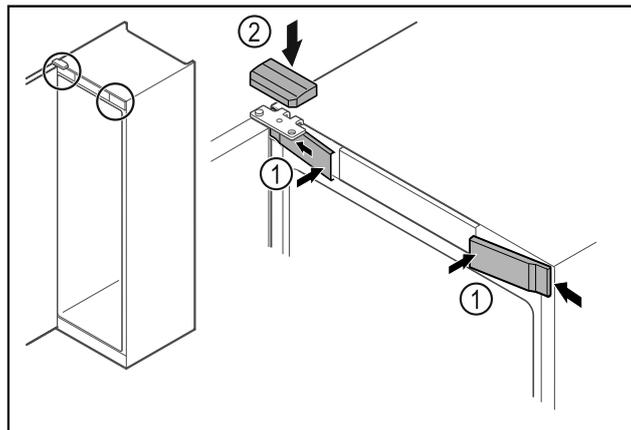

Fig. 63
- Vordere Abdeckungen Fig. 63 (1) seitlich einhaken und aufrasten.
- Obere Abdeckung Fig. 63 (2) von oben aufrasten.